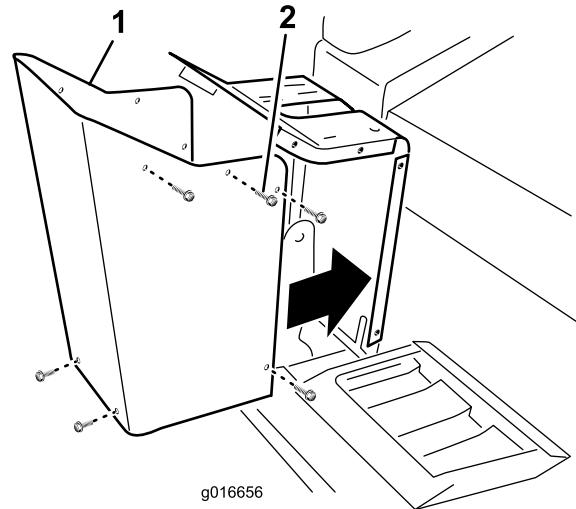

図 2
- ステアリングタワーカバーをステアリングタワーに固定している10本のボルトを外して保管する図2。ステアリングタワーカバーを取り外す。
8. 先ほど外したボルト10本を使って、ステアリングタワーカバーを取り付ける図2。